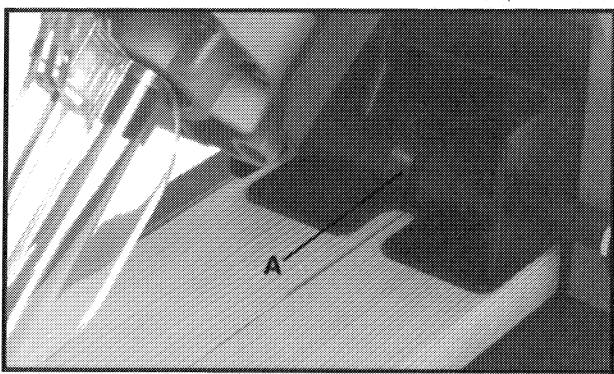

Fig. 8
3. Coloque el material en la cortadora (Pocket Cutter[®]) alineando una línea de lápiz con la muesca de "V" (A) Fig. 8, en el rodillo de la abrazadera de trabajo. Gire la palanca abrazadera en el sentido contrario a las manecillas del reloj para sujetar la pieza en la máquina.